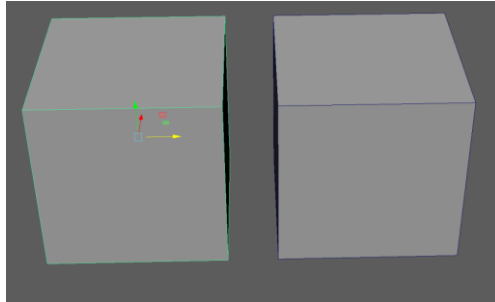

Рис. 2.27. Особливості застосування режиму редагування *Object Mode* (Режим об'єкта)
- *Object Mode* (Режим об'єкта) (рис. 2.27):